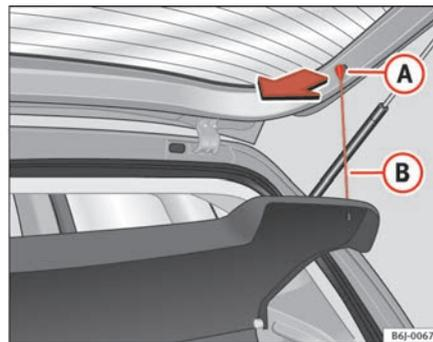

Fig. 84 Pianale portaoggetti
- Sganciare i tiranti ⇒ fig. 84 **(B)** dagli alloggiamenti **(A)**